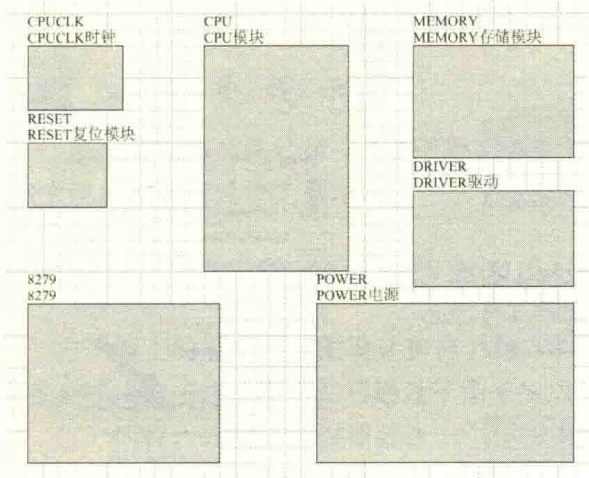

图 4-82 模块方块图
(3) 执行第 (2) 步操作，放置同样的方块图，分别命名为“CPUCLK”、“MEMORY”、“RESET”、“8279”、“DRIVER”、“POWER”，如图 4-82 所示。